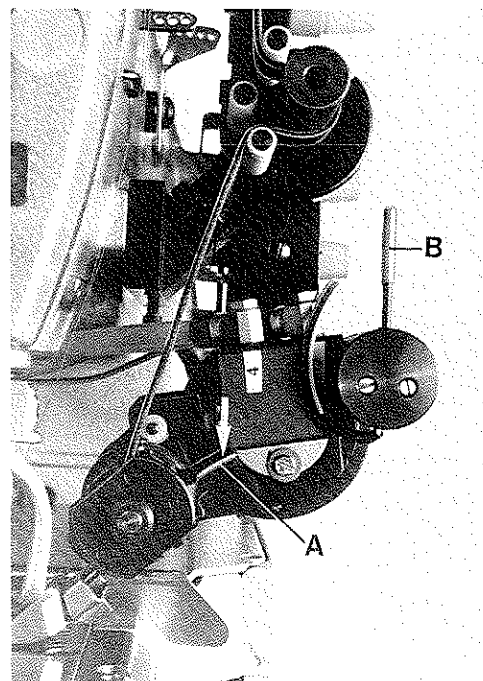

Fig.13
On Style 34600 KCA-28 the cuff and heel tape is inserted as shown in Fig. 13. Press fork (A) while inserting.
- 4.2 Actuate the cutter with flip switch (B, Fig. 13).
Bei der Maschine 34600 KCA-28 wird das Hosenstoßband wie in Fig. 13 gezeigt eingelegt. Drücken Sie beim Einlegen den Gabelhebel (A).
- 4.2 Betätigen Sie mit dem Tippschalter (B, Fig. 13) die Schere.